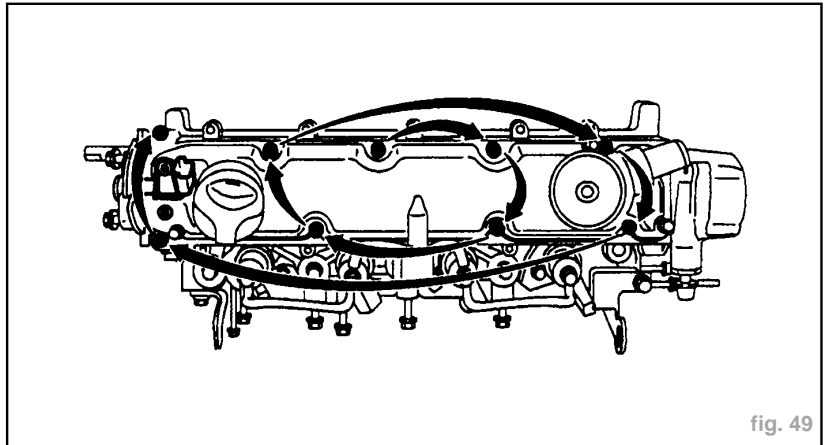

fig. 49
- les goujons (16) à **2.5 m.daN** + LOCTITE FREINFILET
- les écrous (15) à **2 m.daN**
- les vis (17) à **2 m.daN**
- Brancher les connecteurs (12).
- Reposer le support (13).
- Serrer progressivement et en spirale les vis du couvercle en commençant par l'intérieur (fig. 49).